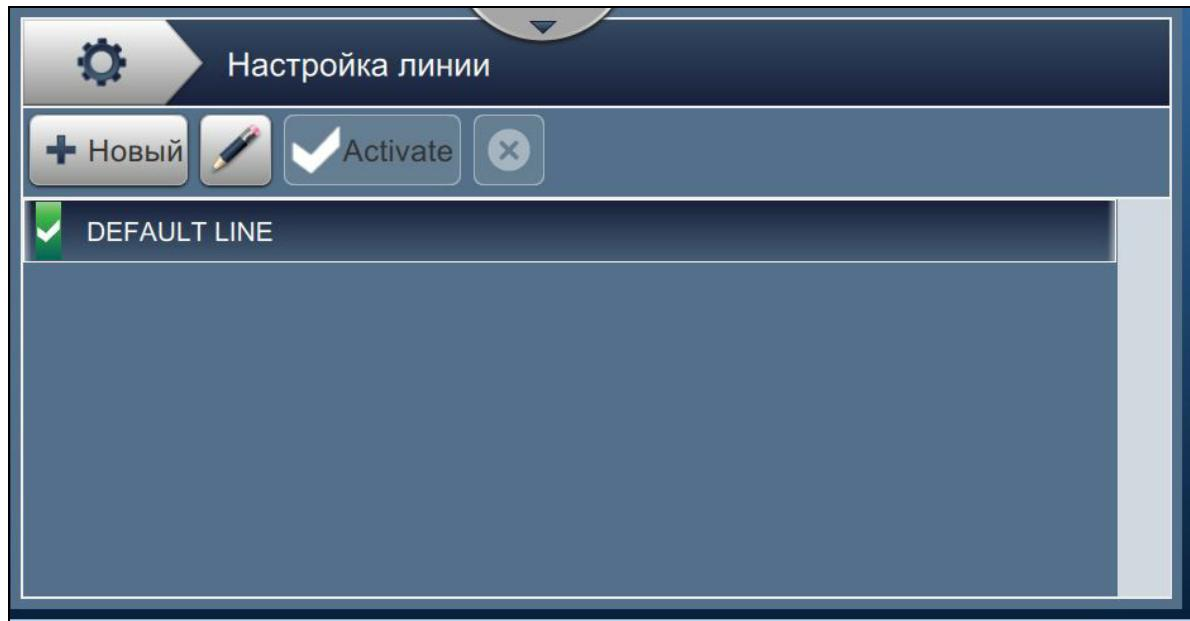

Рис. 6-5: Наладка линии
1. Нажмите кнопку на экране «Инструменты». Откроется экран «Наладка линии», как показано на Рис. 6-5.